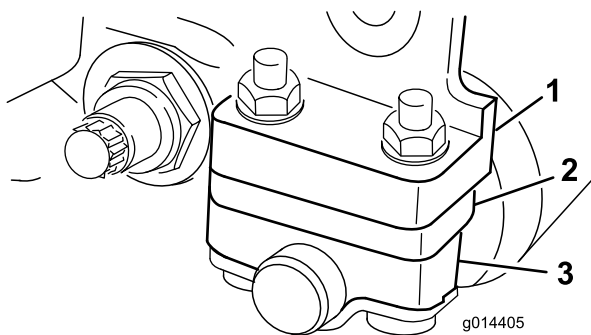

Figura 7
Dependiendo del intervalo de alturas de corte deseado, será necesario ajustar los soportes del rodillo trasero (Figura 6 o Figura 7) a la posición superior o inferior:
- Coloque el espaciador debajo de la brida de montaje de la chapa lateral para alturas de corte de 3,2 a 25,4 mm (Figura 7).
4. Coloque los espaciadores sobre los tornillos, encima o debajo de los soportes de los rodillos, según sea necesario (Figura 6 o Figura 7).